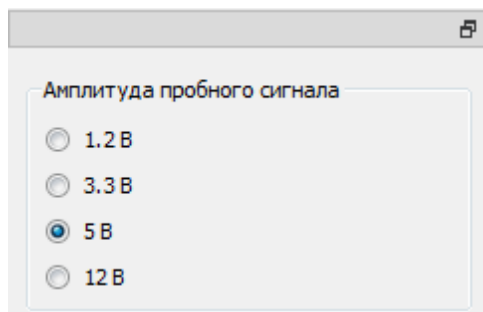

Рисунок 10. Выбор амплитуды пробного сигнала
- Кнопками «Амплитуда пробного сигнала» (рисунок 10) выбирается амплитуда генерируемого на выходе измерительного щупа сигнала для снятия ВАХ.